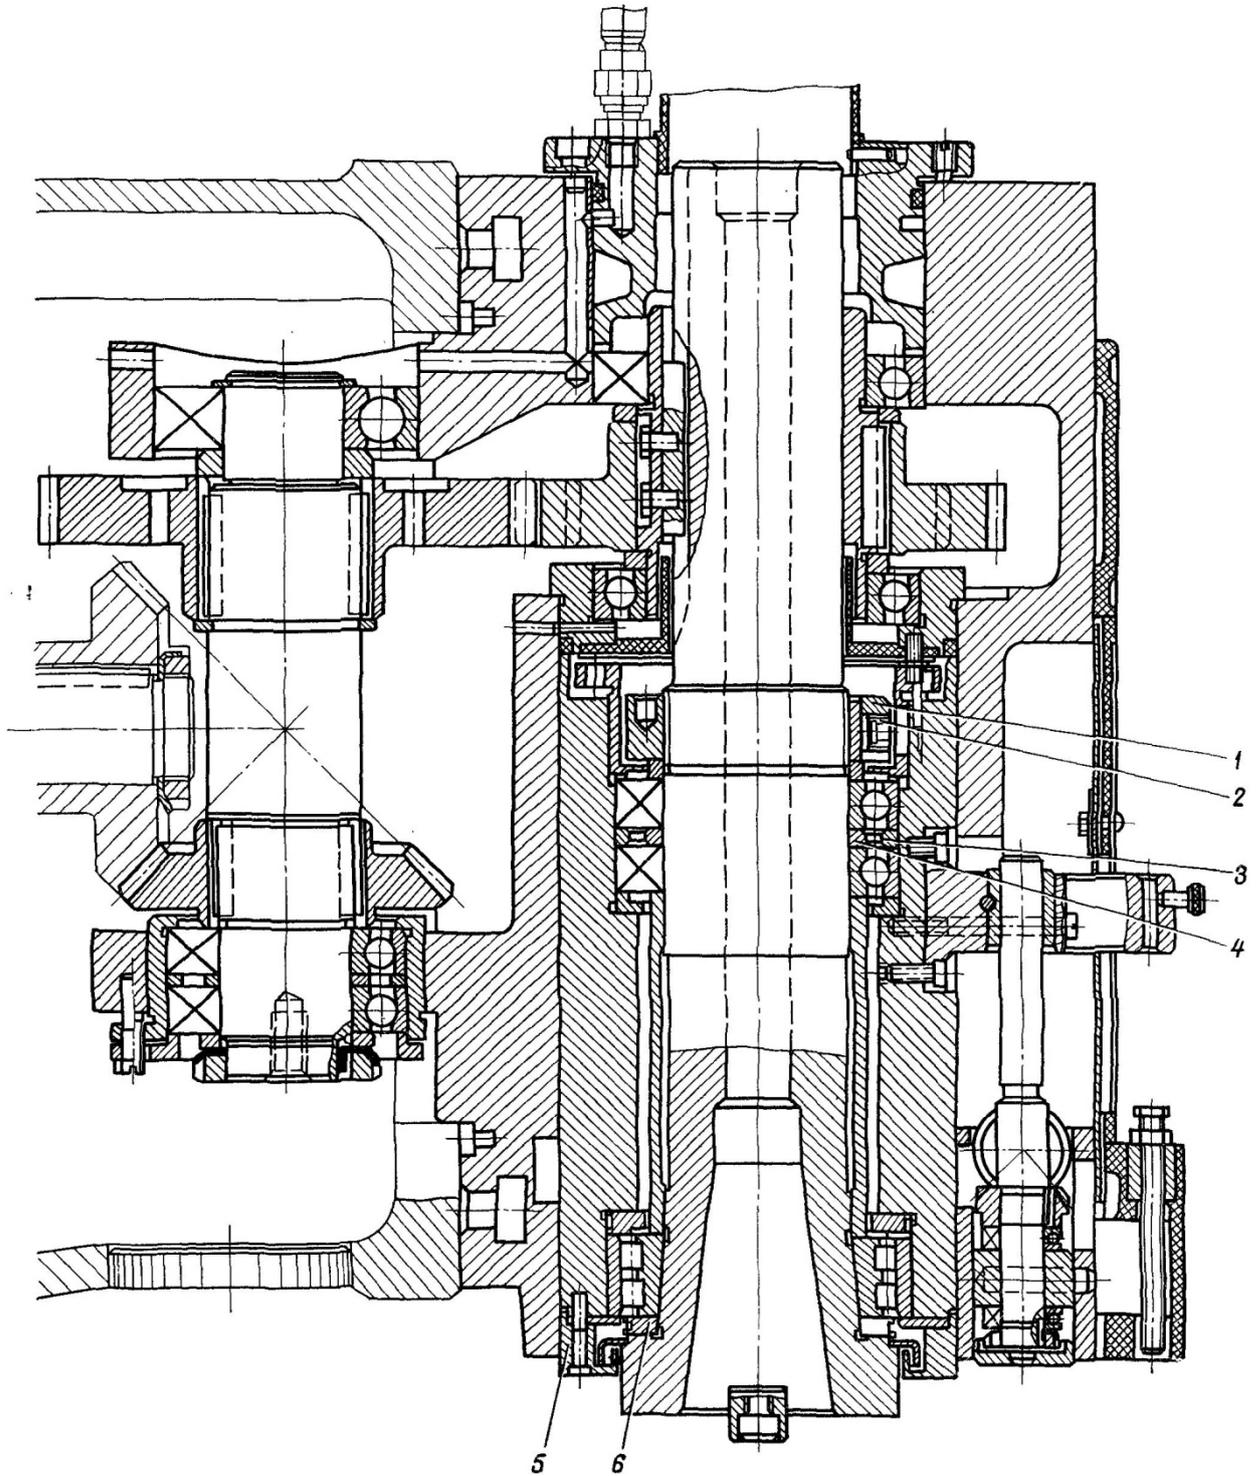

Рис. 14.
**6.8. Поворотная головка** (рис.14) центрируется в кольцевой выточке горловины станины и крепится к ней четырьмя болтами, входящими в Т-образный паз фланца.